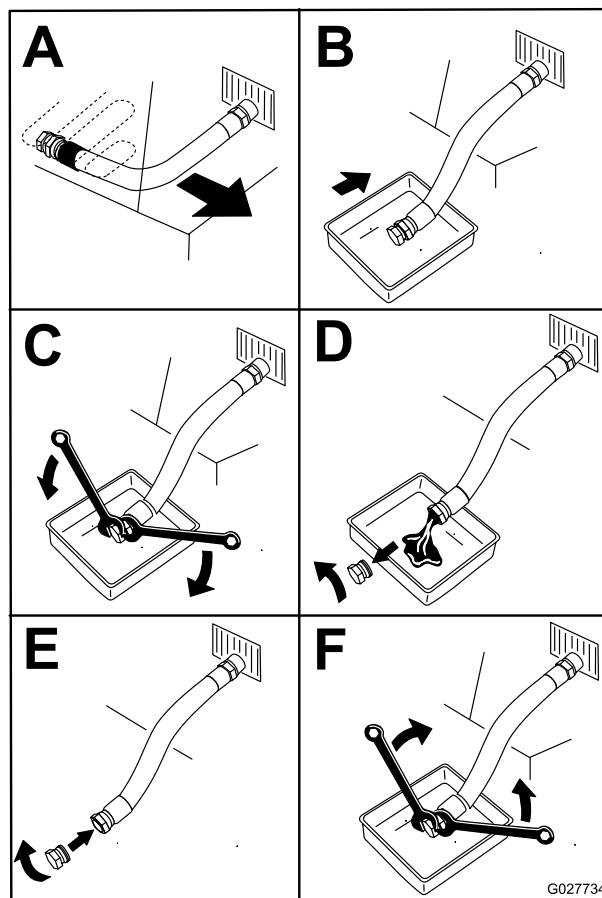

Bild 44
5. Lassen Sie das Öl vom Motor ab (Bild 44).